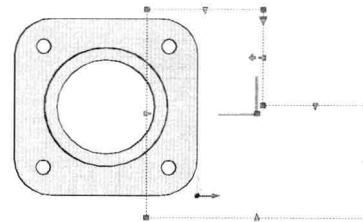

图 9-3-14
(13) 单击并移动箭头夹点▼，修改截面对象如图 9-3-14 所示。